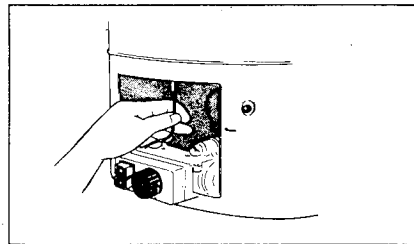

Bild 10
- Thermofühler aus der Tauchhülse (Bild 10) herausziehen.